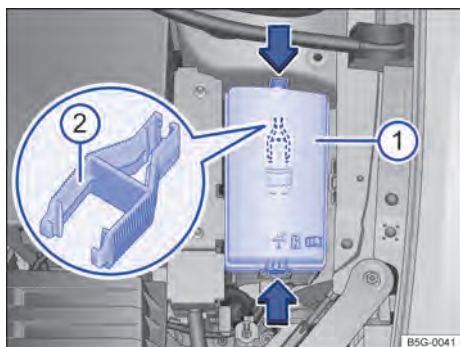

Fig. 175 No compartimento do motor: cobertura ① da caixa de fusíveis com pinça de plástico ②.
No lado interno da cobertura da caixa de fusíveis no compartimento do motor pode haver uma pinça de plástico → Fig. 175 ② para a retirada dos fusíveis.
- Pressionar as travas no sentido da seta → Fig. 175 ①, para destravar a cobertura da caixa de fusíveis.